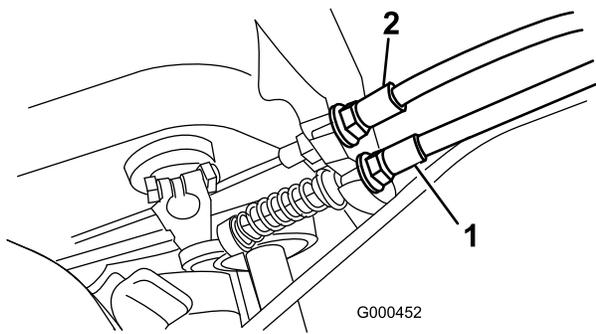

Figura 35
2. Para aumentar la tensión del cable, afloje la contratuerca delantera del cable y apriete la contratuerca trasera del cable (Figura 35) hasta que la fuerza necesaria para poner el freno sea de 5 a 6,3 kg. La fuerza debe medirse en el pomo de la palanca. No ajuste demasiado, o la cinta del freno puede agarrarse.